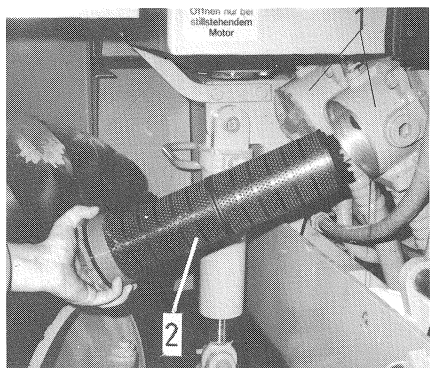

Bild 45
Im Hydraulikölbehälter befinden sich zwei Saugfilter (Bild 45/1).
- Filtereinsatz komplett mit Filterdeckel herausziehen (Bild 45/2) und außerhalb des Schwenkladers weitere Tätigkeiten durchführen.
- Pull up filter cartridges complete with casing bottom (Fig. 45/2) and carry out other operation outside the swing shovel loader.
- Retirer les éléments filtrants complètement avec la partie inférieure du boîtier (fig. 45/2) et effectuer les autres opérations en dehors du chargeur.